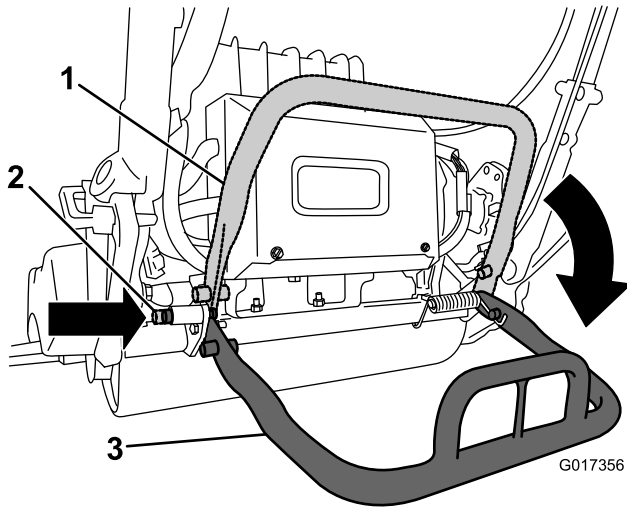

図 28
- カuttingユニットを取り外すためにキックスタンドを使用する場合には、まずスタンドを下げてロッキングピンを差し込んでキックスタンドを整備位置にロックします 図 28。